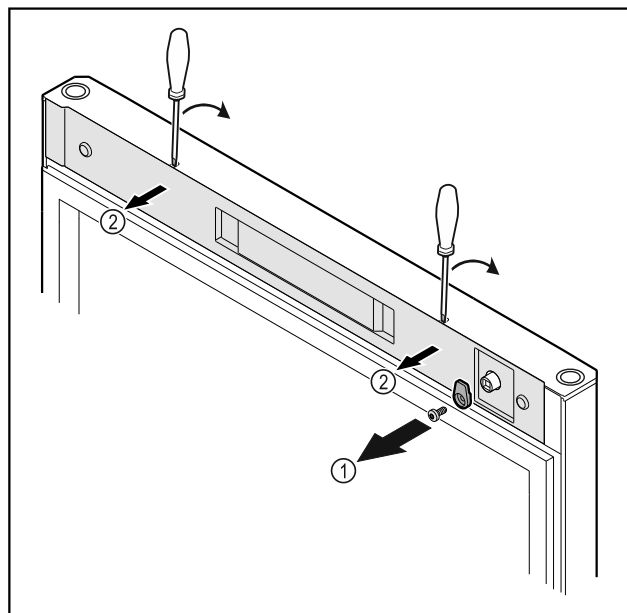

Fig. 10
- ▶ Odkręcić haczyk zamykający Fig. 10 (1).
- ▶ Osłonkę Fig. 10 (2) podważyć matym śrubokrętem i zdjąć.